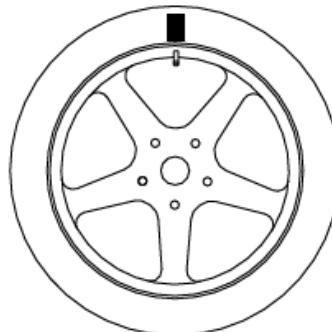

Рис. 5.4 - Маркировка положения клапана нашине
- Установите клапан (ниппель) в положение 12 часов, отметьте положение клапана на шине мелом (см. рисунок 5.4);